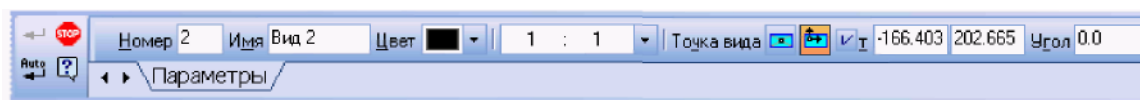

Рис. 3.7. - **Панель свойств** при создании вида
2. На **Панели свойств** задать (рис. 3.7):